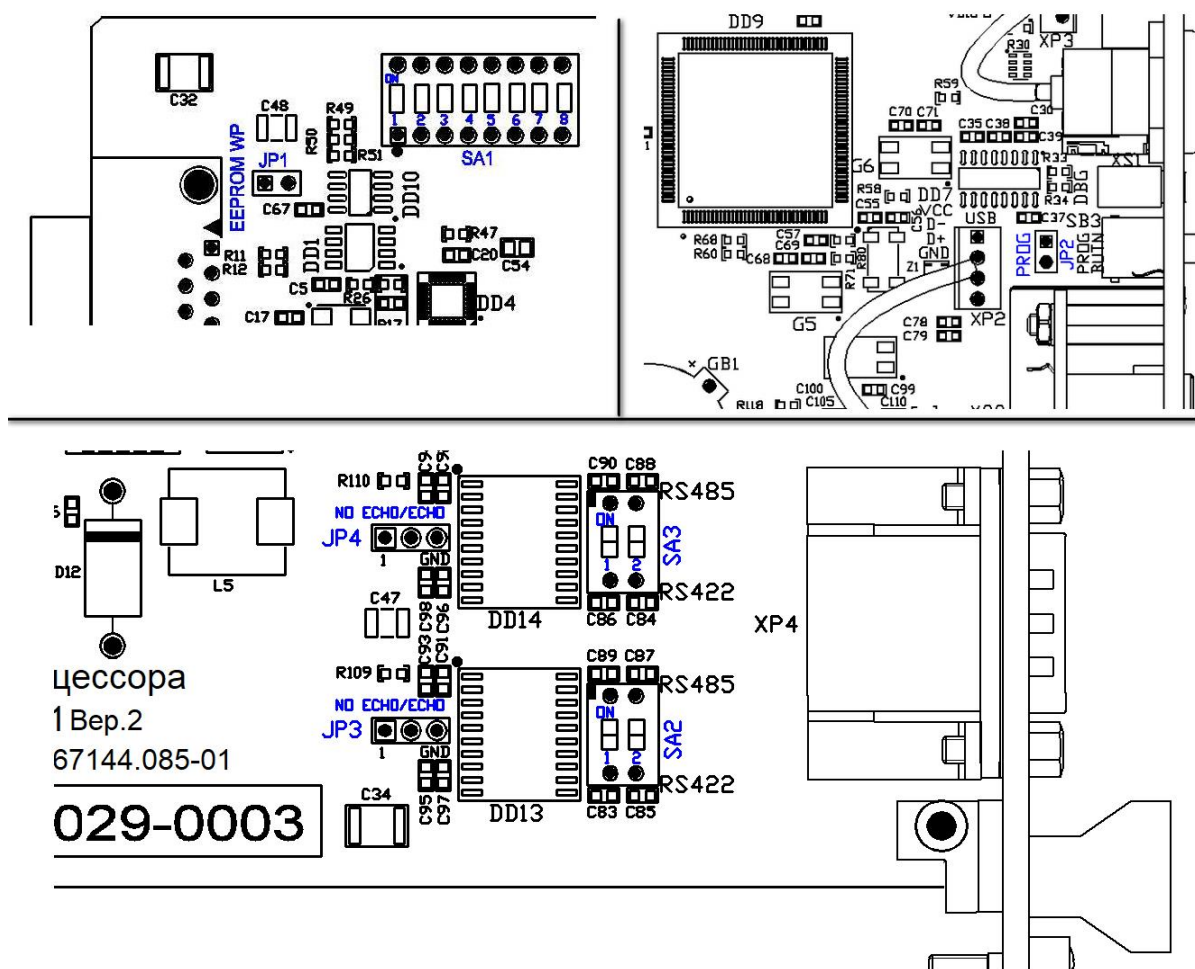

Рисунок 2.1 – Расположение переключателей и перемычек на плате МП20.1
2.3.1 Аппаратная конфигурация МП20.1 включает в себя переключатели SA и переключки JP, расположенные на плате (см. рисунок 2.1). В соответствии с «заводскими настройками» аппаратная конфигурация должна быть в исходном состоянии и совпадать с приведенной в таблице 2.1.